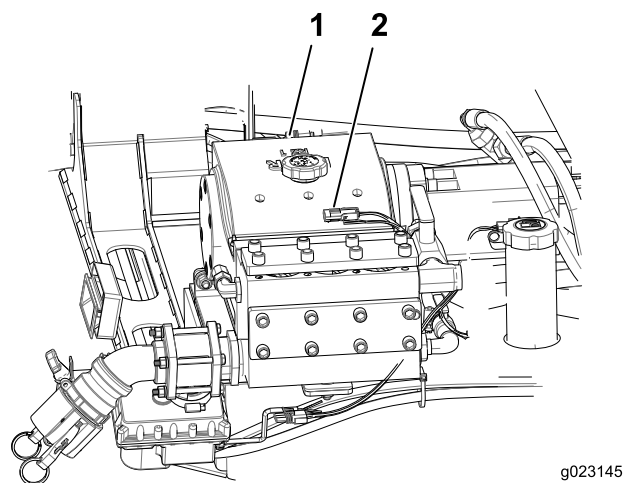

**Figure 3**
3. Montez l'adaptateur de marteau pneumatique au raccord en T existant (Figure 3).